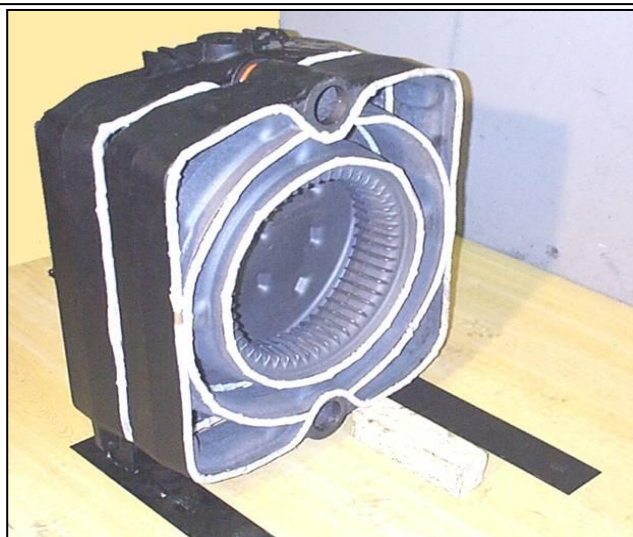

Рисунок 4-6.
4Г. Прodelать те же действия со средней секцией (2). Расположить ниппели задней секции напротив гнезд средней секции и при помощи деревянных клиньев, постукивая снизу и сверху, плотно насадить ниппели. Проконтролировать правильную заправку фитиля (рис.4-6).